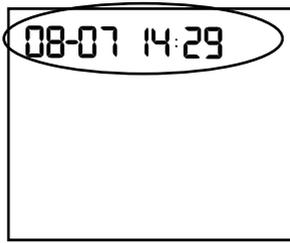

Abb. 14
- Drücken Sie die Taste ◀ oder ▶, um die gewünschte Uhrzeit auszuwählen, und drücken Sie die Taste ⏻, um die eingestellte Uhrzeit zu speichern und in die Einstellung für die Start-Testnummer zu wechseln. (Siehe Abb. 14)